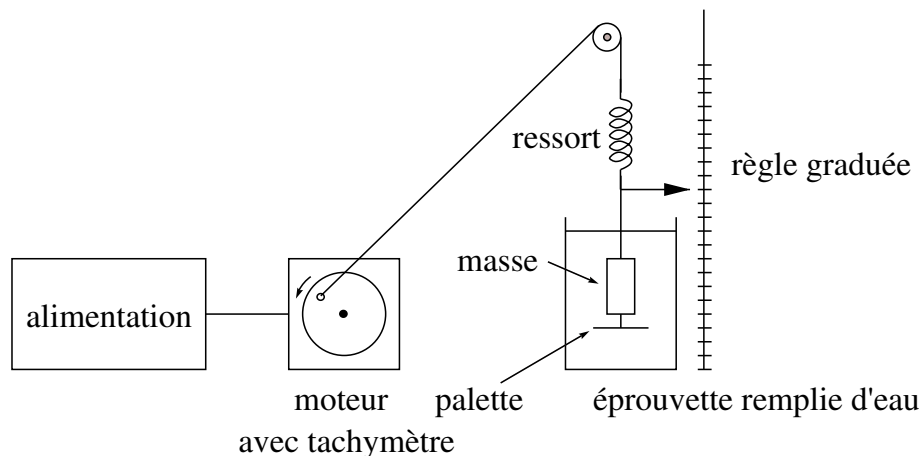

FIG. 1 – Appareil d'étude de la résonance mécanique
On utilise l'appareil schématisé sur la figure 1 : une masse est fixée par l'intermédiaire d'un ressort à un fil dont la hauteur varie périodiquement avec le temps, le fil passant sur une poulie et étant relié à un moteur.
2) Réaliser le montage Fig. 1 et 3 du BUP et fixer en suivant le paragraphe 1.3.1 la capacité du condensateur variable.